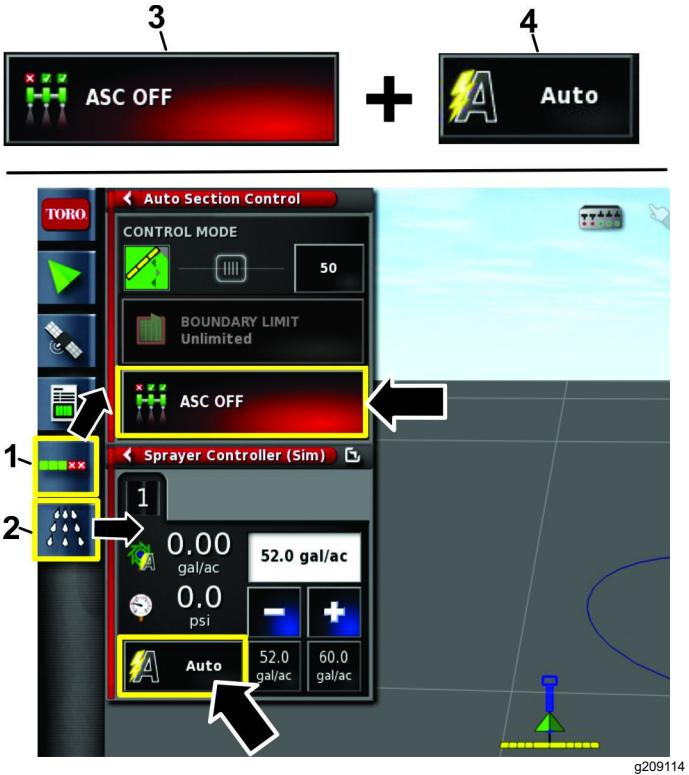

Figura 113
- Premete l'icona CONFIGURAZIONE DEL CONTROLLO AUTOMATICO DELLE SEZIONI e l'icona Controller dell'irroratrice (Figura 113).
- Premete l'icona ASC in posizione di SPEGNIMENTO, premete il controllo del volume in posizione AUTO (Figura 113).